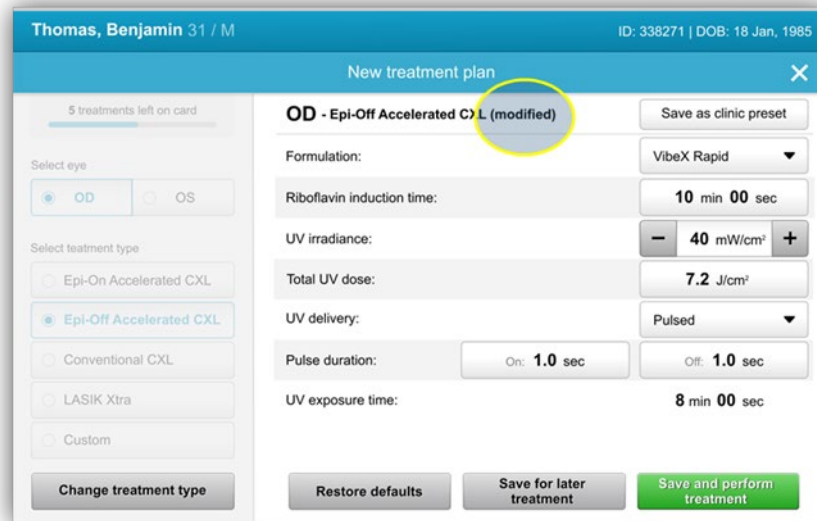

Figura 3-8. Plan de tratamiento ajustado
- Si se ajustaron los parámetros de alguno de los cuatro ajustes predefinidos, se mostrará “Modificado” (Modified) junto al plan elegido, tal como se muestra en la figura 3-8.